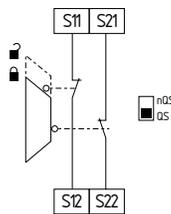

Fig. 12
**Surveillance de protecteur à 2 canaux avec dispositifs d'interverrouillage selon ISO 14119 (Fig. 12)**